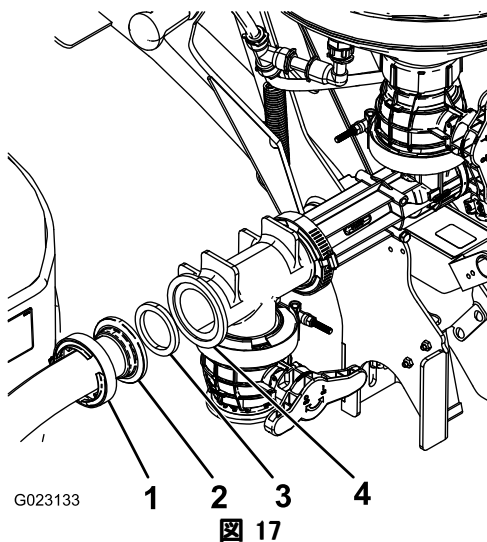

図 17
- ホースのもう一方の端部を、エダクタの開口部 (前方を向いている開口部) に取り付ける ; ガスケットとウォームねじクランプを使用する (図 17)。